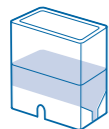

図1
①検水を専用カップの線(1.5mL)まで正確に入れます。(図1)